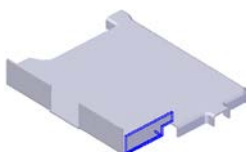
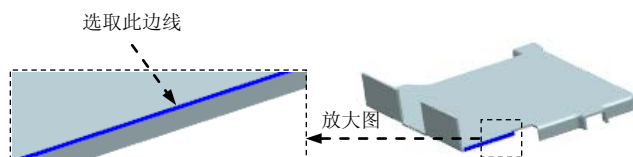

图 8.4.29 弯边特征 3
图 8.4.30 定义附着边
(5) 定义折弯半径及止裂槽参数。单击“弯边选项”按钮, 取消选中 ☐ 使用默认值* 复选框, 在其 **折弯半径(R)**: 文本框中输入值 0.5; 取消选中 ☐ 折弯止裂口(E) 复选框, 单击 **确定** 按钮。
(6) 单击 **完成** 按钮, 完成特征的创建。
Step11. 创建图 8.4.29 所示的弯边特征 3。
(1) 选择命令。单击“主页”功能选项卡“钣金”工具栏中的“弯边”按钮.
(2) 定义附着边。选取图 8.4.30 所示的模型边线为附着边。
(3) 定义弯边类型。在命令条中单击“完全宽度”按钮; 在 **距离**: 文本框中输入值 10, 在 **角度**: 文本框中输入值 90, 单击“内部尺寸标注”按钮和“外侧折弯”按钮; 定义弯边侧方向向上, 如图 8.4.29 所示。